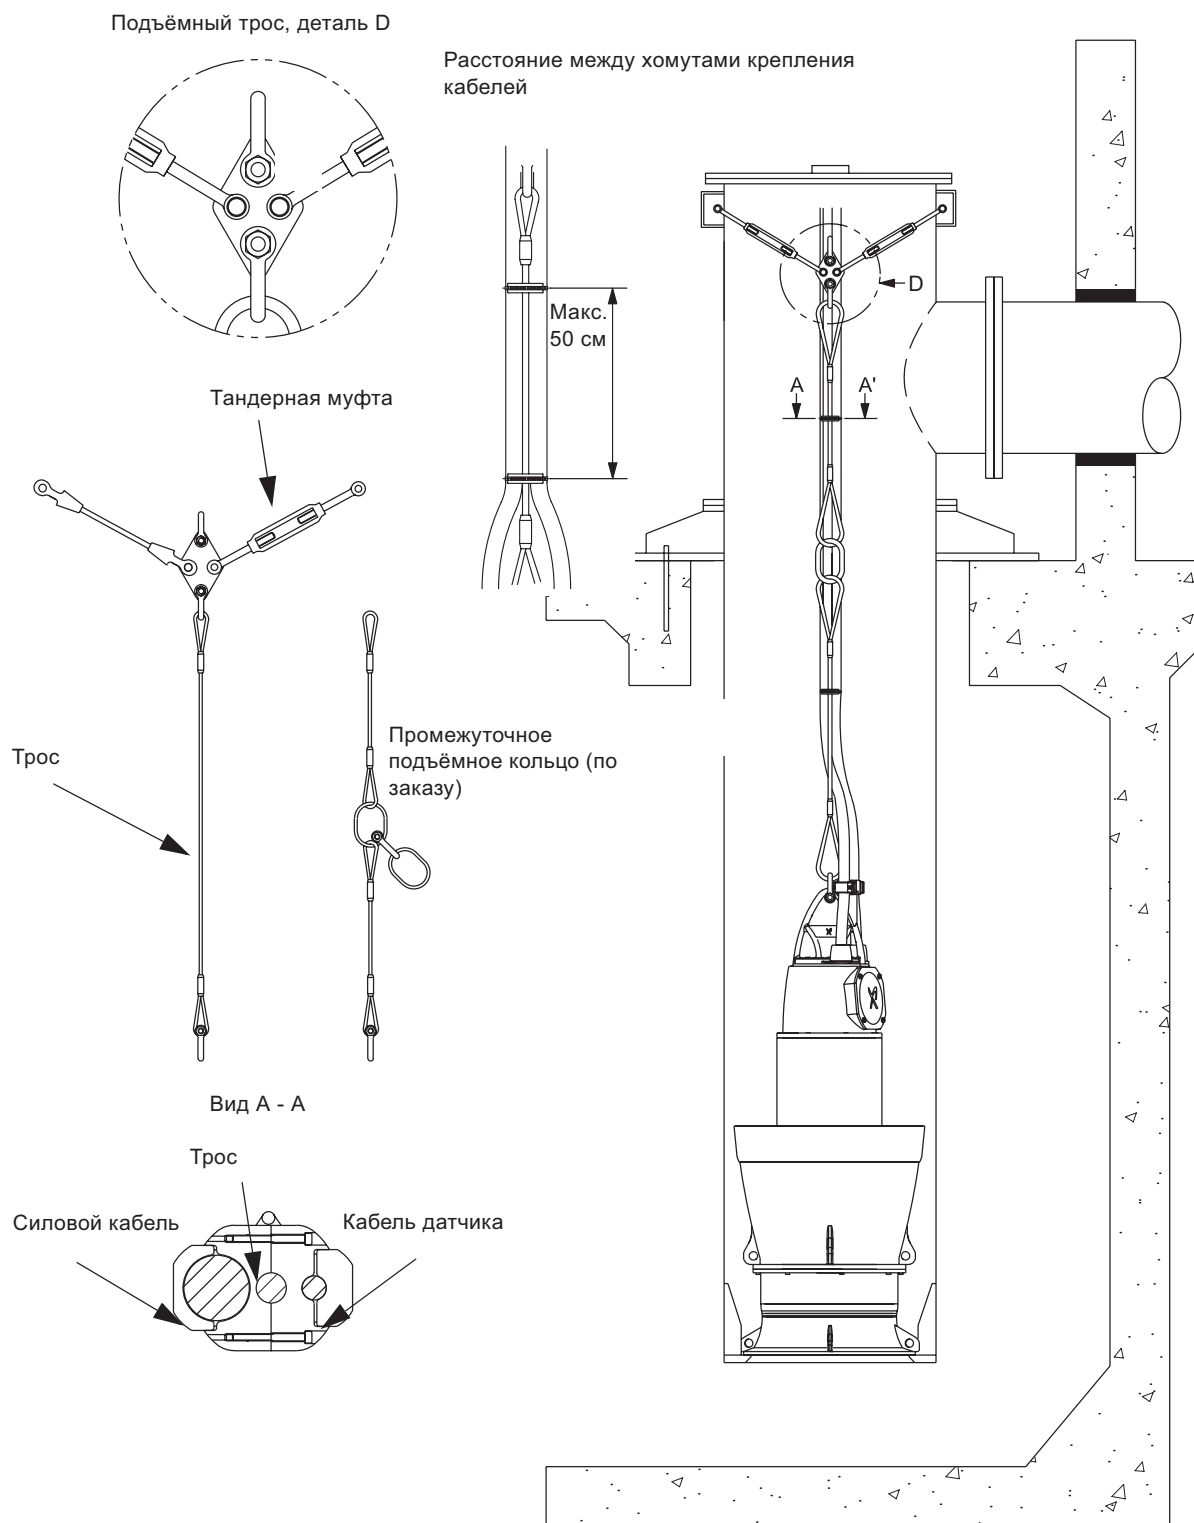

Рис. 11 Фиксация кабеля на подъемном тросе
- Медленно опустите насос в обсадную трубу с помощью грузоподъёмного оборудования. При необходимости, в случае нехватки высоты подъёма над обсадной трубой используйте промежуточное подъёмное кольцо, см. рис. 11. Осторожно установите насос в нижней части обсадной трубы в такое положение, чтобы он не отклонялся ни в одну из сторон на упорных лопатках в нижней части обсадной трубы. Поднимите насос на 2 или 3 см и поверните его против часовой стрелки, пока антиротационные кронштейны не коснутся ближайших соседних упорных лопаток.
- Скрепите хомутами трос и все кабели на расстоянии 0,5 м между хомутами, подобранными в соответствии с массой кабеля. См. рис. 11, расстояние между хомутами крепления кабелей. Закрепите трос на проушине в верхней части обсадной трубы. Отрегулируйте тандерную муфту между тросом и проушиной балки. Убедитесь, что кабель подвешен без провисаний, закреплён неподвижно и не может качаться.
Система крепления кабеля показана на рис. 11 (только схематический эскиз - система крепления кабеля может быть подстроена под конкретную модель насоса).